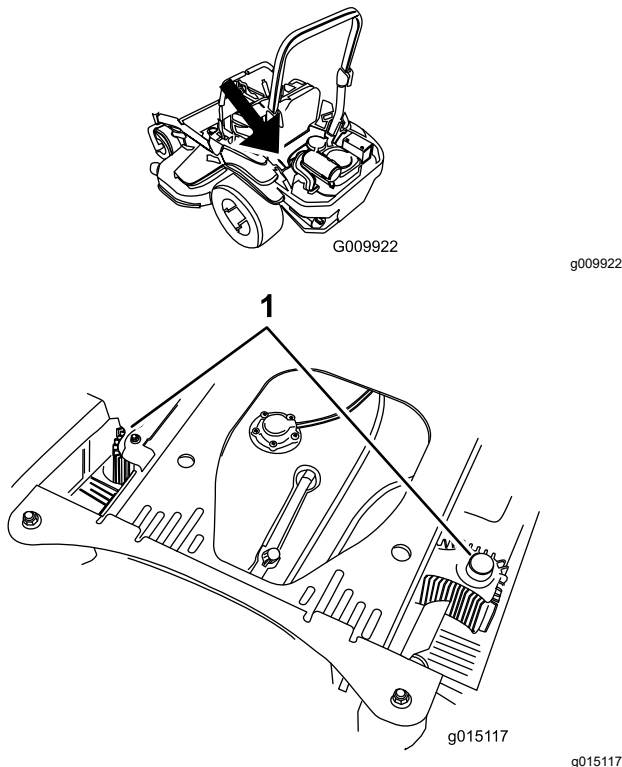

Figura 80
4. Limpie cualquier residuo o hierba de las cubiertas de las unidades hidráulicas (Figura 80).